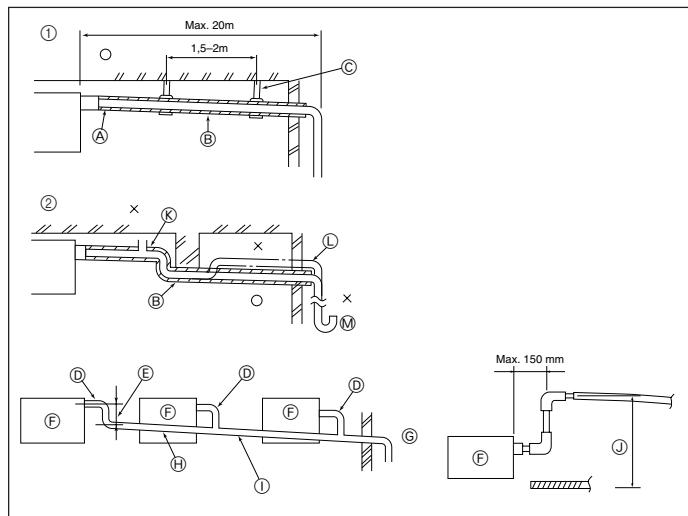

Fig. 6-1
6.1. Mise en place du tuyau d'écoulement (Fig. 6-1)
① Tuyautage correct
② Tuyautage erroné
③ Isolant (9 mm ou plus)
④ Pente descendante (1% ou plus)
⑤ Tube en PVC de D.E. ø32
⑥ Passage aussi long que possible.